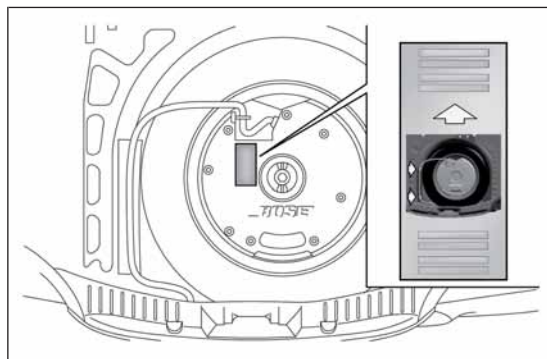

fig. 124
- riposiziona il contenitore (con la freccia in avanti) nella sua sede e appoggia il Subwoofer su di esso, avendo cura di sistemarlo come da indicazioni presenti sul contenitore (fig. 124) in modo che la scritta "BOSE" sia posizionata nel senso corretto di lettura;